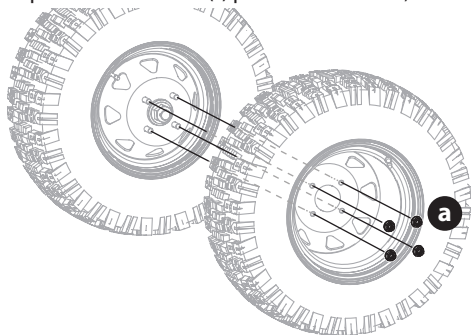

Fig. 54
- Retirez les quatre écrous de roue (a) pour retirer une roue, ou les deux. (Fig. 54).